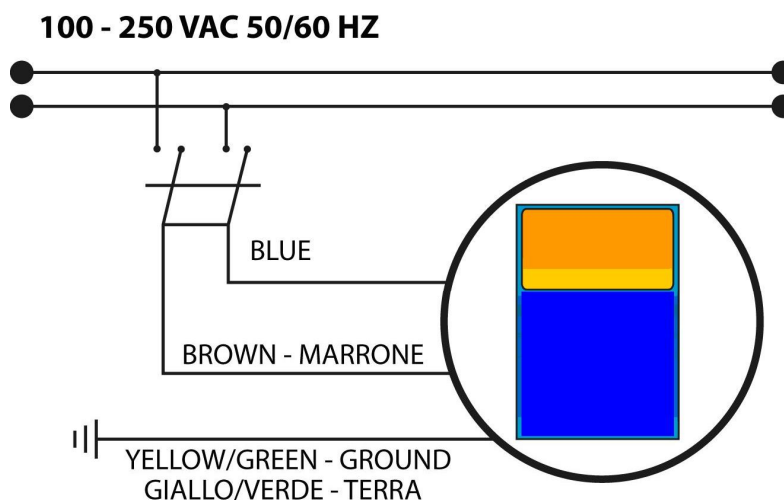

Fig. 2 – Conexão Elétrica
- Assegure-se de que o equipamento está desconectado da alimentação elétrica (ambas as polaridades) pela interrupção do cabo de conexão dos pontos de contato da rede elétrica com a abertura de um interruptor com uma distância mínima de 3 mm entre os terminais (Fig. 2).